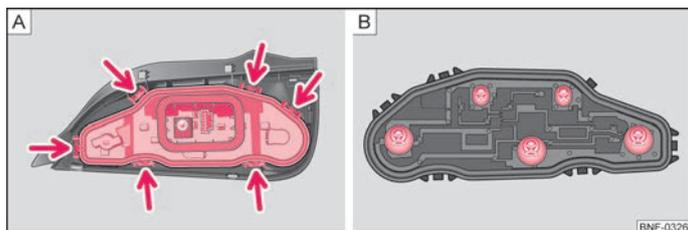

Fig. 124 Luce retromarcia: Sostituzione delle lampadine
- Sbloccare il portalampada dalle linguette di bloccaggio (freccia) ⇒ fig. 124 - [A] ed estrarlo dalla luce retromarcia.
- Estrarre la lampadina difettosa premendola prima nel portalampada e **ruotandola quindi in senso antiorario** ⇒ fig. 124 - [B].